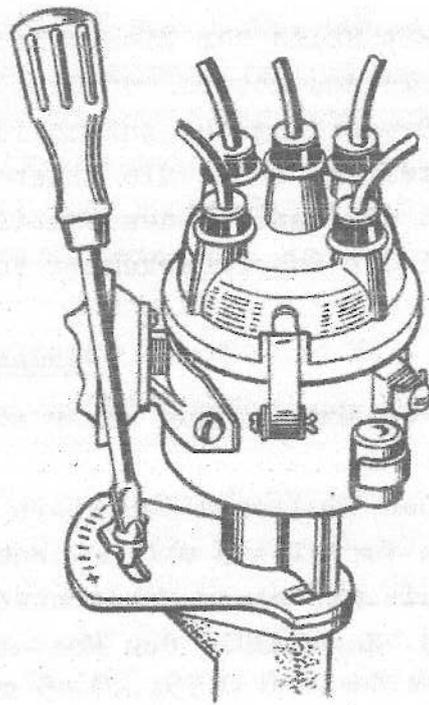

Bild 30. Einstellen des Zünd-
3. Die Einstellung des Zündzeitpunkts am betriebswarmen Motor mit Hilfe des Oktanverstellkopfs präzisieren (Bild 30).